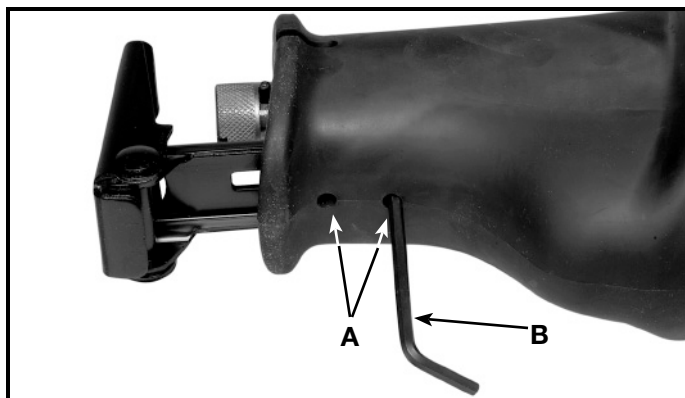

Fig. 9
La **Modelo 741** girando zapato de guía es ajustado aflojando los dos tornillos del mal de ojo (con la llave inglesa suministrada) localizado en el fondo del engranaje anterior (A) Fig. 9 albergando. Afloje ambos enroscan para permitir bastante que el girando zapato de guía para mover libremente. Ajuste a la posición deseada y apriete seguramente ambos enroscan.